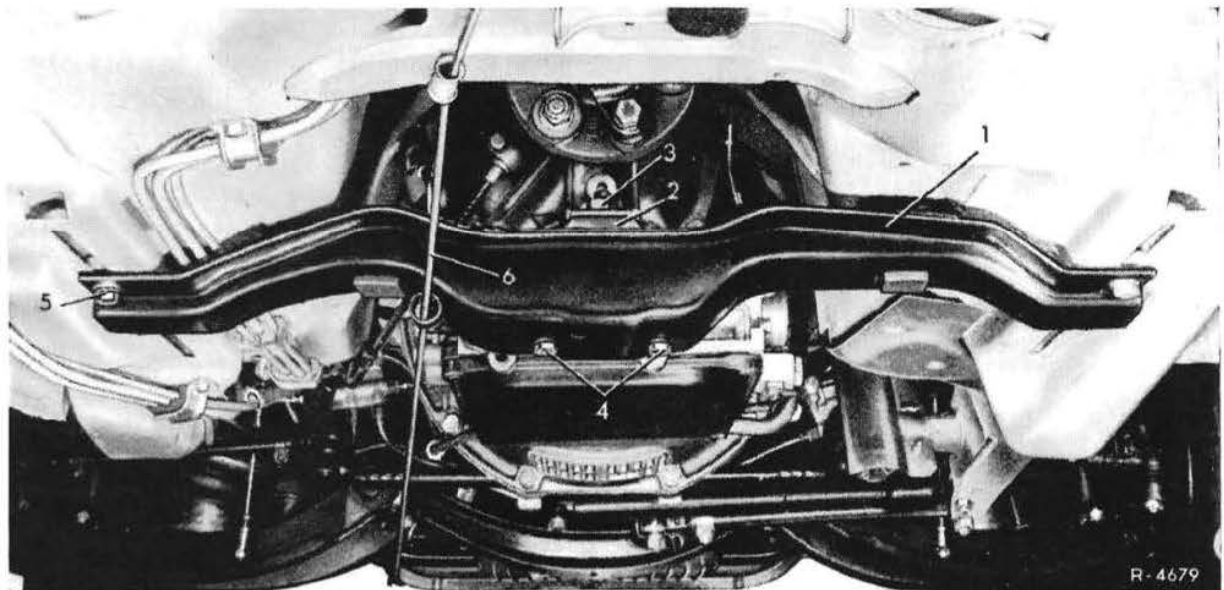

Bild 24-2/1
1 Sechskantmutter (3) herausschrauben und mit Federscheibe abnehmen (Bild 24-2/1).